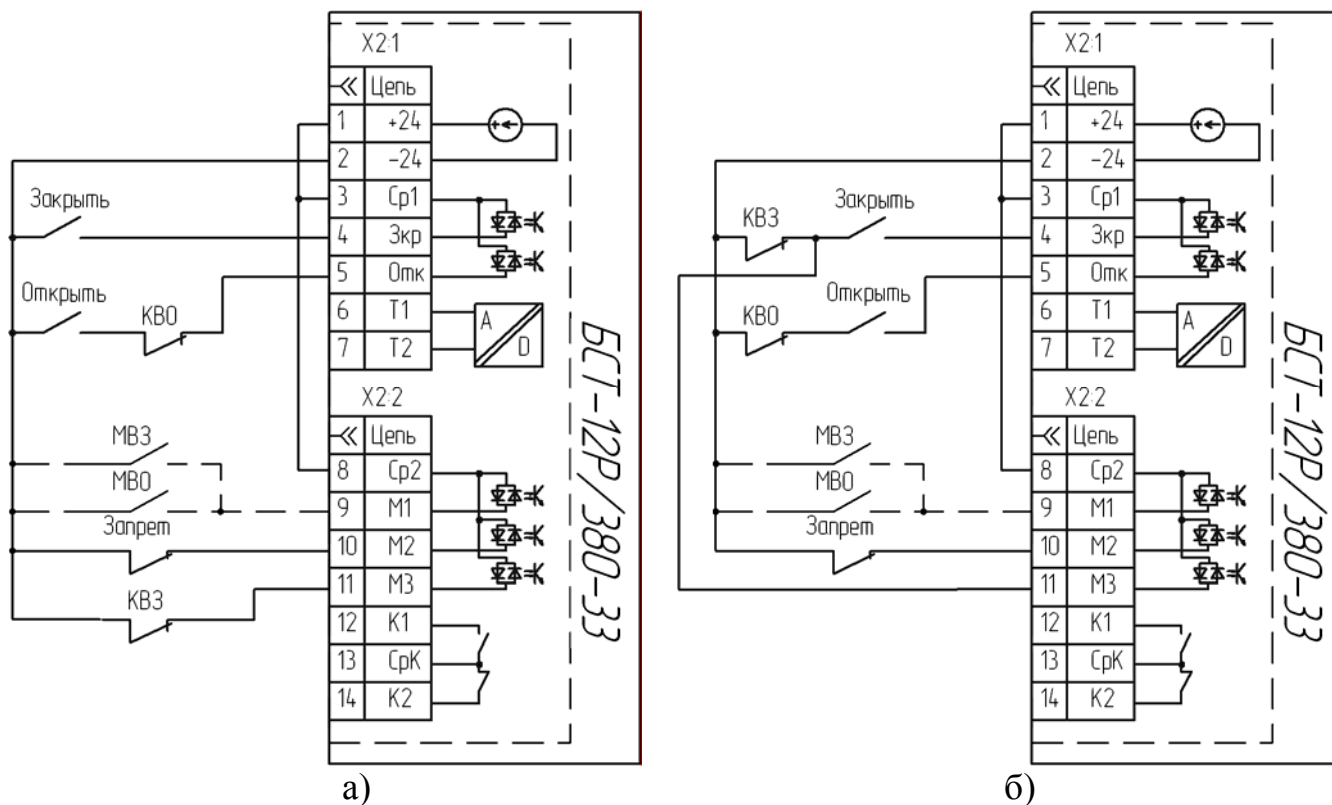

Рисунок 8 – Примеры схем подключения для варианта настройки входов 3
5. Режим дожима во время закрытия включается при снятии сигнала со входа «М3» при наличии сигнала на входе «Зкр» (см. рисунок 8, а), а также при одновременном снятии сигналов с входов «Зкр» и «М3» (см. рисунок 8, б).. Переход в состояние «Закрето» после превышения тока больше уставки *Idжм* или по сигналу МВЗ (см. 2.3).